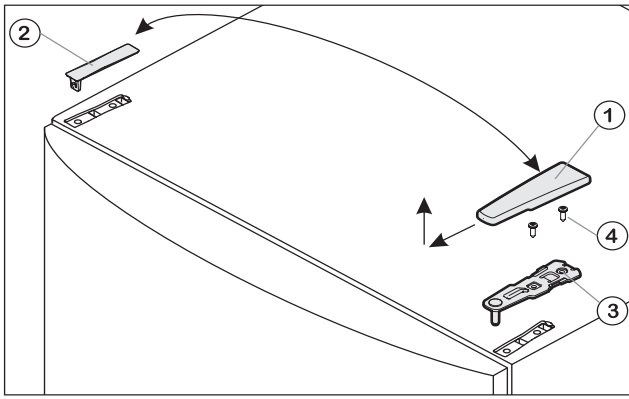

Fig.1
- Потяните крышку Fig. 1 (1) вперед и вверх.
- Снимите крышку Fig. 1 (2).
- Открутите верхний опорный кронштейн Fig. 1 (3) (2 шт. Torx® 25) Fig. 1 (4) и вытяните вверх.
- Установите верхний опорный кронштейн Fig. 1 (3) на новой стороне шарнира и защелкните в дверце.
- Привинтите верхний опорный кронштейн (с моментом 4 Нм) (2 шт. Torx® 25) Fig. 1 (4). При необходимости продавайте отверстия или используйте аккумуляторную отвертку.
- Наденьте и защелкните крышку Fig. 1 (1) и крышку Fig. 1 (2) на противоположной стороне снаружи.